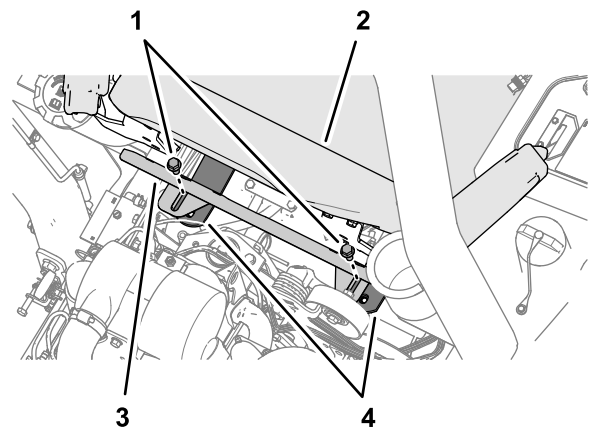

Рисунок 58
5. В задней части сиденья оператора совместите пазы в тепловом экране и отверстия в планках сиденья с элементом жесткости поперечной трубы (Рисунок 58).